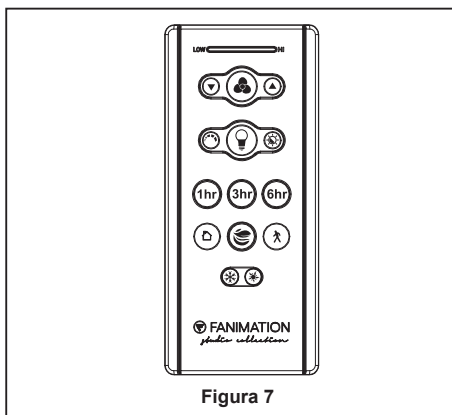

Figura 7
- ☐ 7. Asegure el vidrio en la la ensamble de la placa de iluminación girándolo en el sentido de las agujas del reloj. Gire el vidrio gradualmente **hasta que encaje en la ensamble de la placa de iluminación**. Sin apretar demasiado. (Figura 7)
- ☐ 7. Funciones del control remoto: (Figura 7)